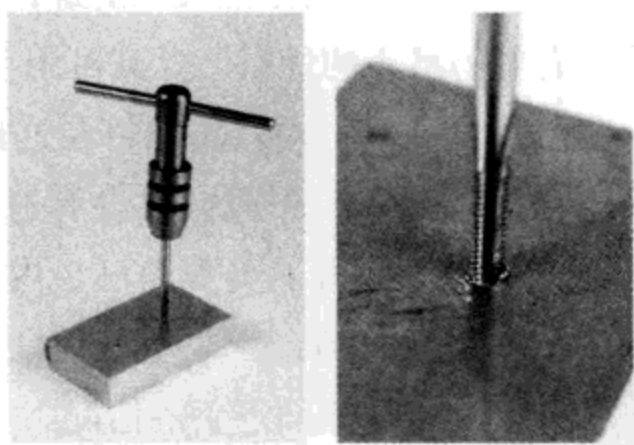

图3.4 攻丝过程
(1) 戴上防护镜，清理工作区。
(2) 用冲子在要钻孔的位置做个标记。也不一定非要这么做，不过这样做了，钻孔时钻头就不会飘移。
(3) 把铝块夹在工作台上。在钻床上装上 0.089 in 的钻头，钻一个部分穿过材料的孔 (盲孔) 或全部穿过材料的孔 (通孔，这种孔钻起来较容易)。根据铝块的大小，来夹紧铝块。
(4) 用锉刀或打埋头孔的工具清理金属屑或毛刺。
(5) 在孔中喷一些攻丝液或 WD-40。你也不一定非要这么做，不过这样攻丝时会容易些，而且会减小丝锥断裂的危险。
(6) 就像把钻头装在钻床上一样，在丝锥扳手上装上丝锥。
(7) 把丝锥头放入刚才钻的孔中，使丝锥与物料垂直 (图 3.4)。在攻丝过程中，丝锥必须始终与材料表面垂直，否则丝锥会断裂。仔细地顺时针旋转丝锥扳手 1~2 圈，直到感到丝锥的牙咬进了铝块。从这点开始，顺时针转  $1\frac{1}{2}$  圈，然后逆时针转  $\frac{1}{4}$  圈……这么做可以把铝材切成小碎屑，不至于造成碎屑堆积而堵住丝锥，防止丝锥断裂。